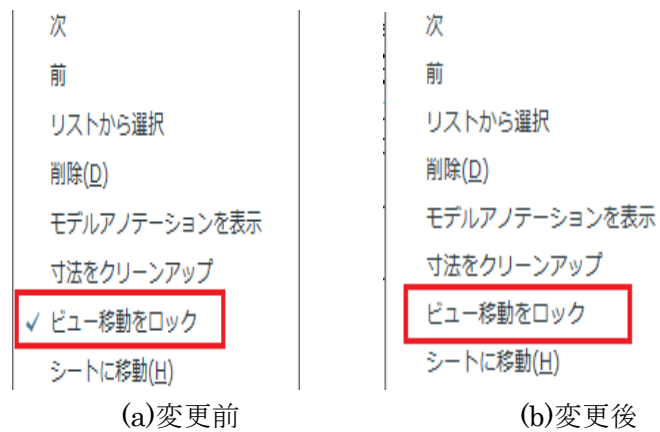

図 23 ビュー移動の設定
4) 部品の移動: 図面シートの空白場所でのマウス右クリックをするとサブメニューが表示(図 23)されるので、「ピ